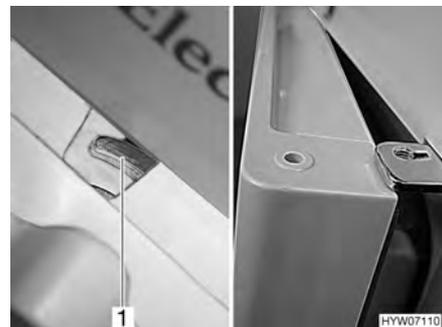

Bild 147 Kühlschranktür/Frosterfachtür in Lüftungsstellung (Dometic 7er-Reihe mit separatem Frosterfach)
- Verriegelung ganz nach rechts schieben. Die Kühlschranktür/Frosterfachtür ist mit Hilfe der Türarretierung (Bild 147,1) fixiert. Die Kühlschranktür/Frosterfachtür bleibt damit leicht geöffnet (Bild 147).